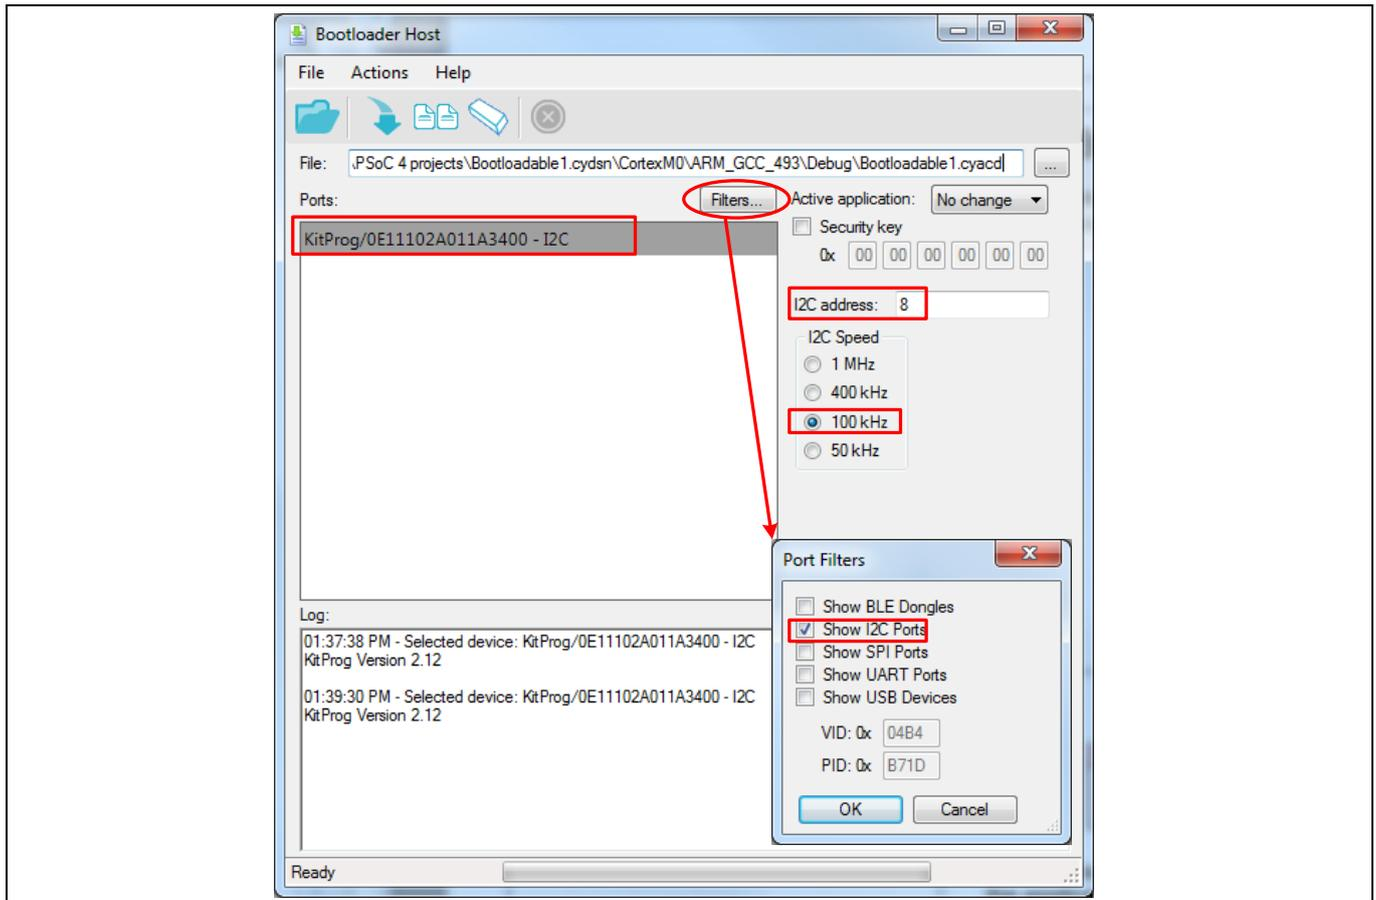

Figure 20 ブートローダのホスト アプリケーション
3. **Figure 20** に示すように、ブートローダ ホスト アプリケーションの I2C の設定は、ブートローダ プロジェクトの I2C (SCB モード) コンポーネント設定 (8 ページの **Figure 4**) と同じであることを確認してください。